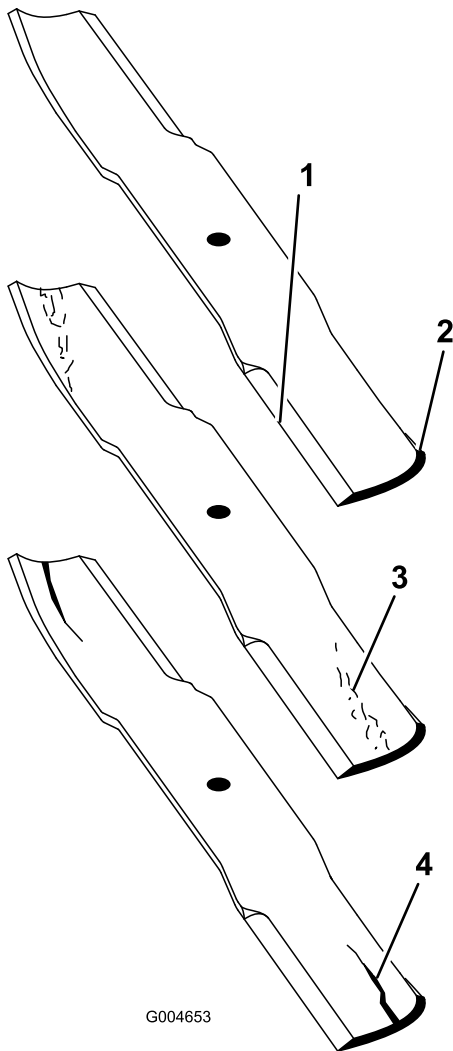

図 85
2. ブレードの切っ先を注意深く観察、特に、直線部と曲線部が交わる部分をよく観察する **図85**。
注 この、直線部と曲線部の交差域は、砂などによる磨耗が進みやすい部分なので、機械を使用する前によく点検することが必要である。磨耗が進んでいる場合 **図85**には、ブレードを交換する。